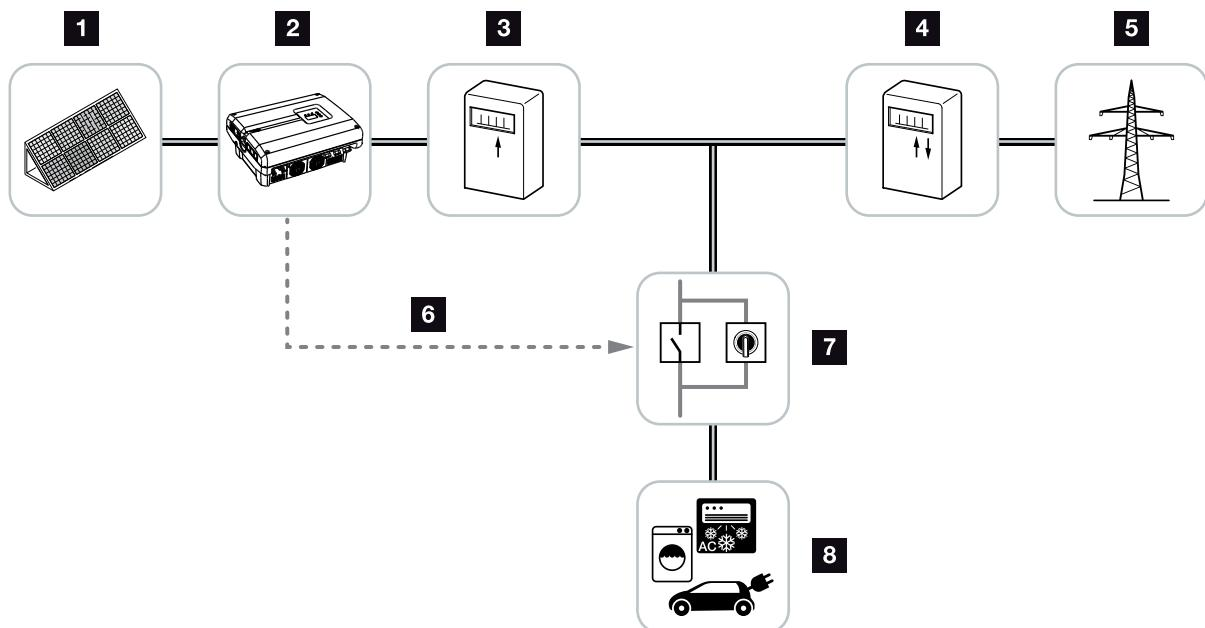

Fig. 53: Konfiguration egetforbrug
3. Installer og tilslut de andre komponenter for egetforbruget. **Fig. 53**